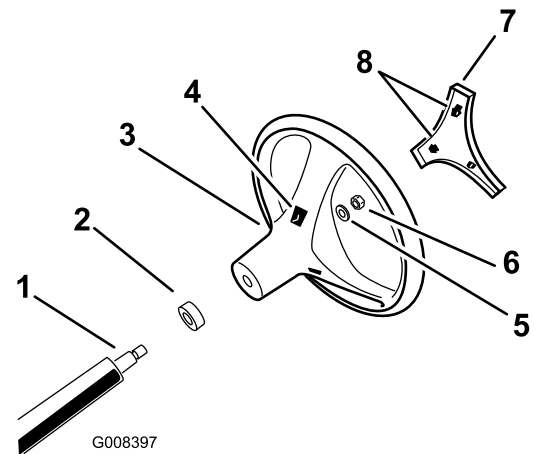

Figure 3
4. Fixez le volant à l'arbre au moyen du contre-écrou (Figure 3). Serrez le contre-écrou à un couple de 24 à 29 Nm.
5. Placez les languettes du couvre-moyeu en face des fentes dans le volant et enclenchez le couvre-moyeu sur le moyeu du volant (Figure 3).